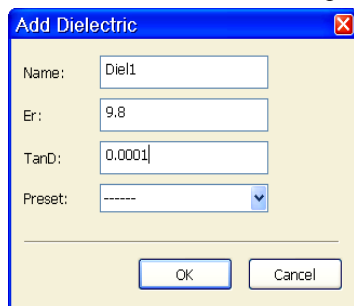
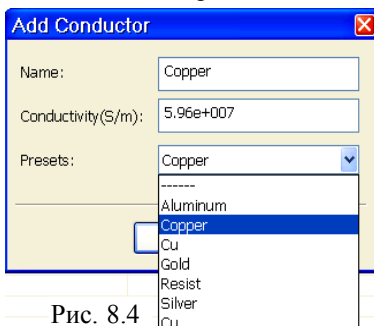

Рис. 8.3
Рис. 8.4
1. На вкладке **Material Defs** окна свойств элемента **STACKUP** в области **Dielectric Definitions** добавьте слой диэлектрика **Diell**, для которого введите **Er=9.8** и **TanD=0.0001** (рис. 8.3). В области **Conductor Definitions** добавьте материал **Copper** (рис. 8.4) и установите для него красный цвет.